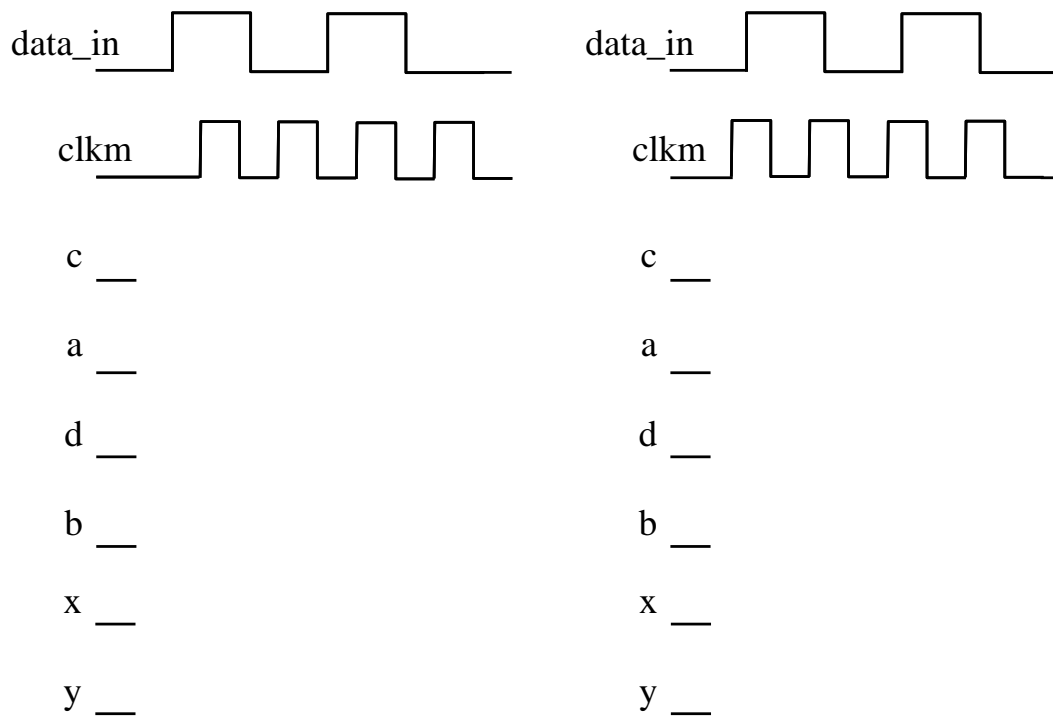

Figura 2.
4. Omplir els cronogrames que es mostren a la figura 2.